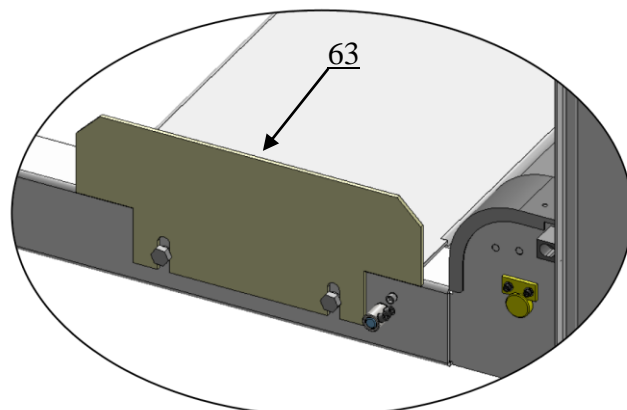

Рис. 30
**О. Установка противооткатных упоров (См. Рис. 30)**